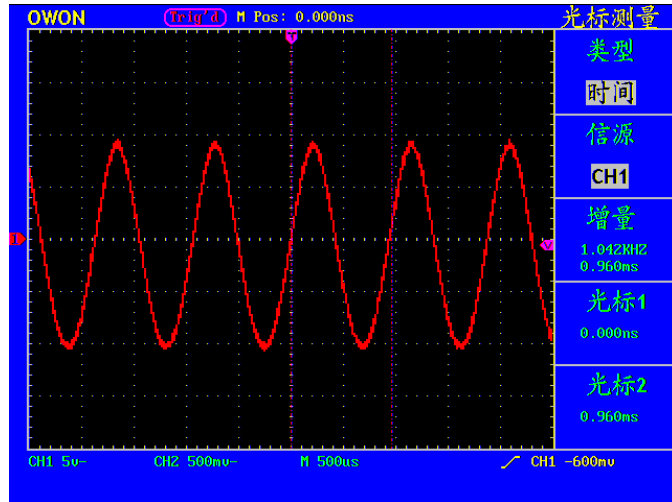

图53： 时间光标测量波形
- 4、根据被测波形调整光标1、光标2的位置，增量窗口显示光标1和光标2之间的周期和频率。光标1窗口显示光标1当前的位置，光标2窗口显示光标2当前的位置。见图53：